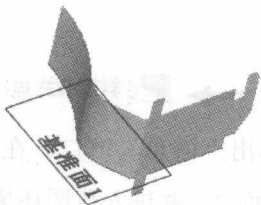

图 1.8 斜接法兰 1
Step4. 创建图 1.8 所示的钣金特征——斜接法兰 1。